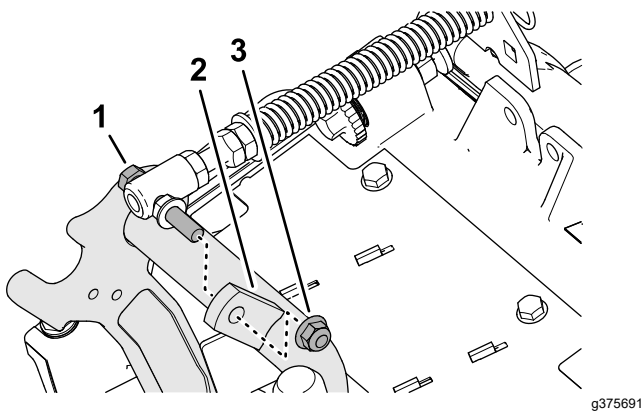

Figura 19
- Retire la contratuerca con arandela prensada ($\frac{3}{8}$ ") que fija el tornillo del muelle de compensación del césped a la pestaña derecha del bastidor de tiro, y retire el muelle de compensación de la unidad de corte (Figura 19).